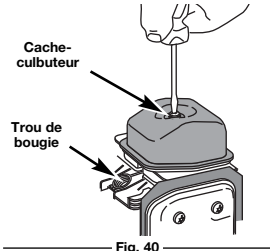

Fig. 40
- Nettoyez toute saleté autour du cache-culbuteur. Retirez la vis retenant le cache-culbuteur à l'aide d'un tournevis à lame plate large ou à mèche no. T-25 Torx (Fig. 40). Enlevez le cache-culbuteur et le joint.